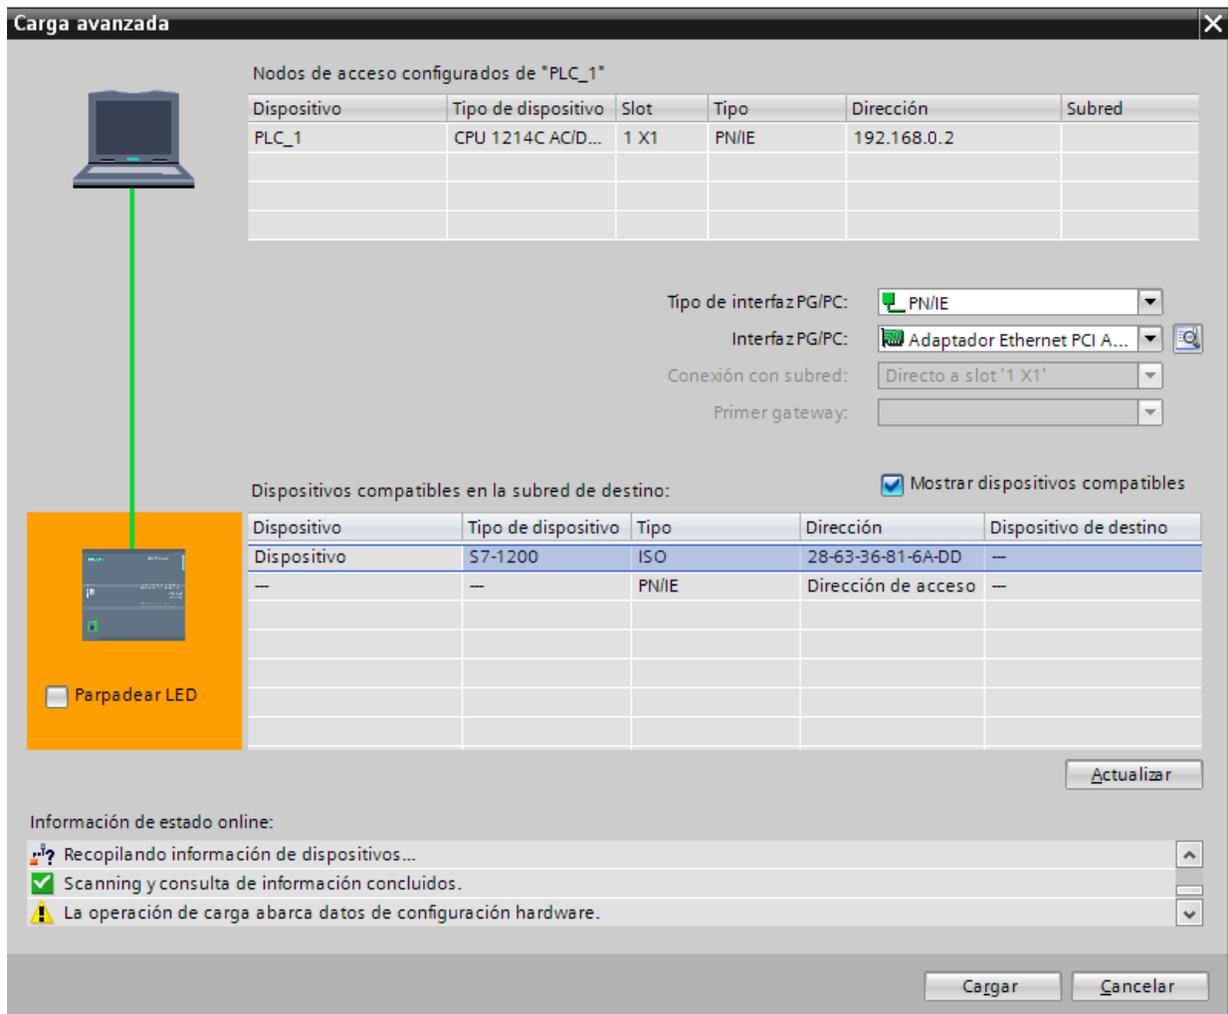

Figura 27. Ventana de Carga avanzada.
32. De un clic en la carpeta PLC_1 del árbol del proyecto para seleccionarla, luego vaya al menú "Online" y de clic en la opción "Cargar en dispositivo" o directamente en el icono , deberá abrirse la ventana que se muestra en la Figura 27. Tal como ahí aparece, seleccione en "Tipo de Interfaz PG/PC" la opción "PN/IE", la "interfaz PG/PC" se identificará automáticamente, espere mientras se intenta la comunicación y luego de clic en la casilla de "Mostrar dispositivos compatibles", como se ve en la Figura 27 se debe haber reconocido el S7-1200 que hemos conectado, para comprobarlo selecciónelo y active la casilla "Parpadear LED" y compruebe que los 3 leds de estado del PLC parpadean.